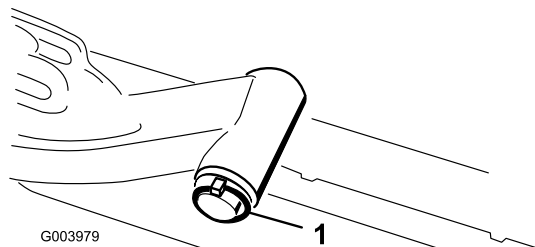

图 18
- A. 拆下将提升臂枢轴固定至提升臂的锁扣销和垫圈将提升臂枢轴滑出提升臂图 18。
- C. 将提升臂轴插入提升臂使用垫圈和锁扣销将其固定图 18。